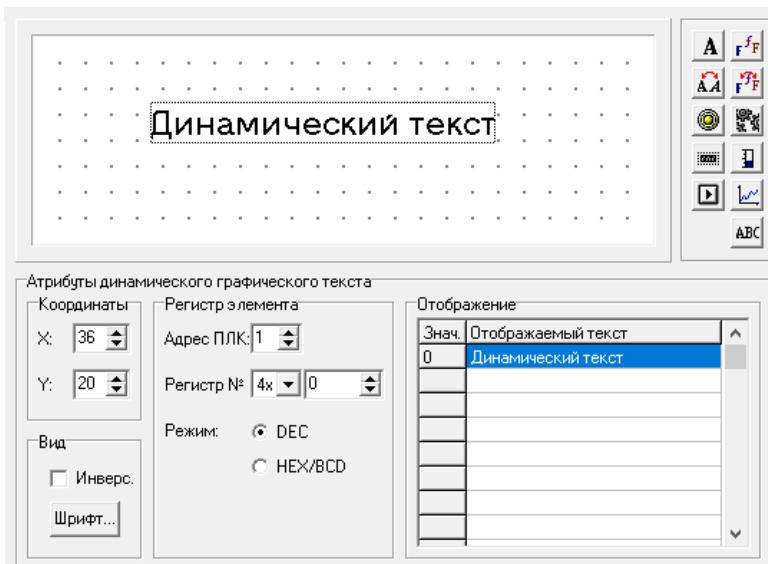

Рисунок 4.7 – Графический динамический текст
1. Нажать кнопку  . Откроется область задания параметров изменяющихся текстов (см. рисунок 4.7).